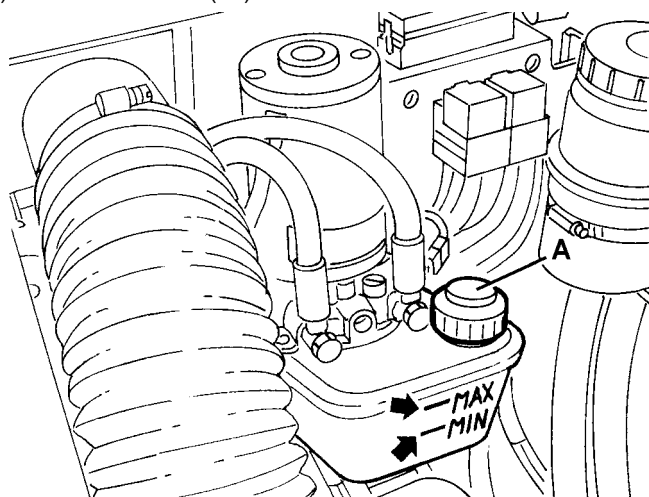

Figure 25
1. Activer le frein de stationnement à l'aide de la pédale (84) et du levier (76).
2. Tourner la clé de contact (69) sur "0".
3. Ouvrir le coffre (23) et le bloquer à l'aide de la tige de support (55).
4. Contrôler que le niveau d'huile dans le réservoir (41) est compris entre les repères de niveau minimum (MIN) et maximum (MAX) indiqués dans la Fig. 25.
5. Si besoin est, rétablir le niveau au moyen du bouchon (A, Fig. 25) en utilisant l'huile spécifiée dans le paragraphe Caractéristiques techniques.
6. Enlever la tige de support (55) et fermer le coffre (23).